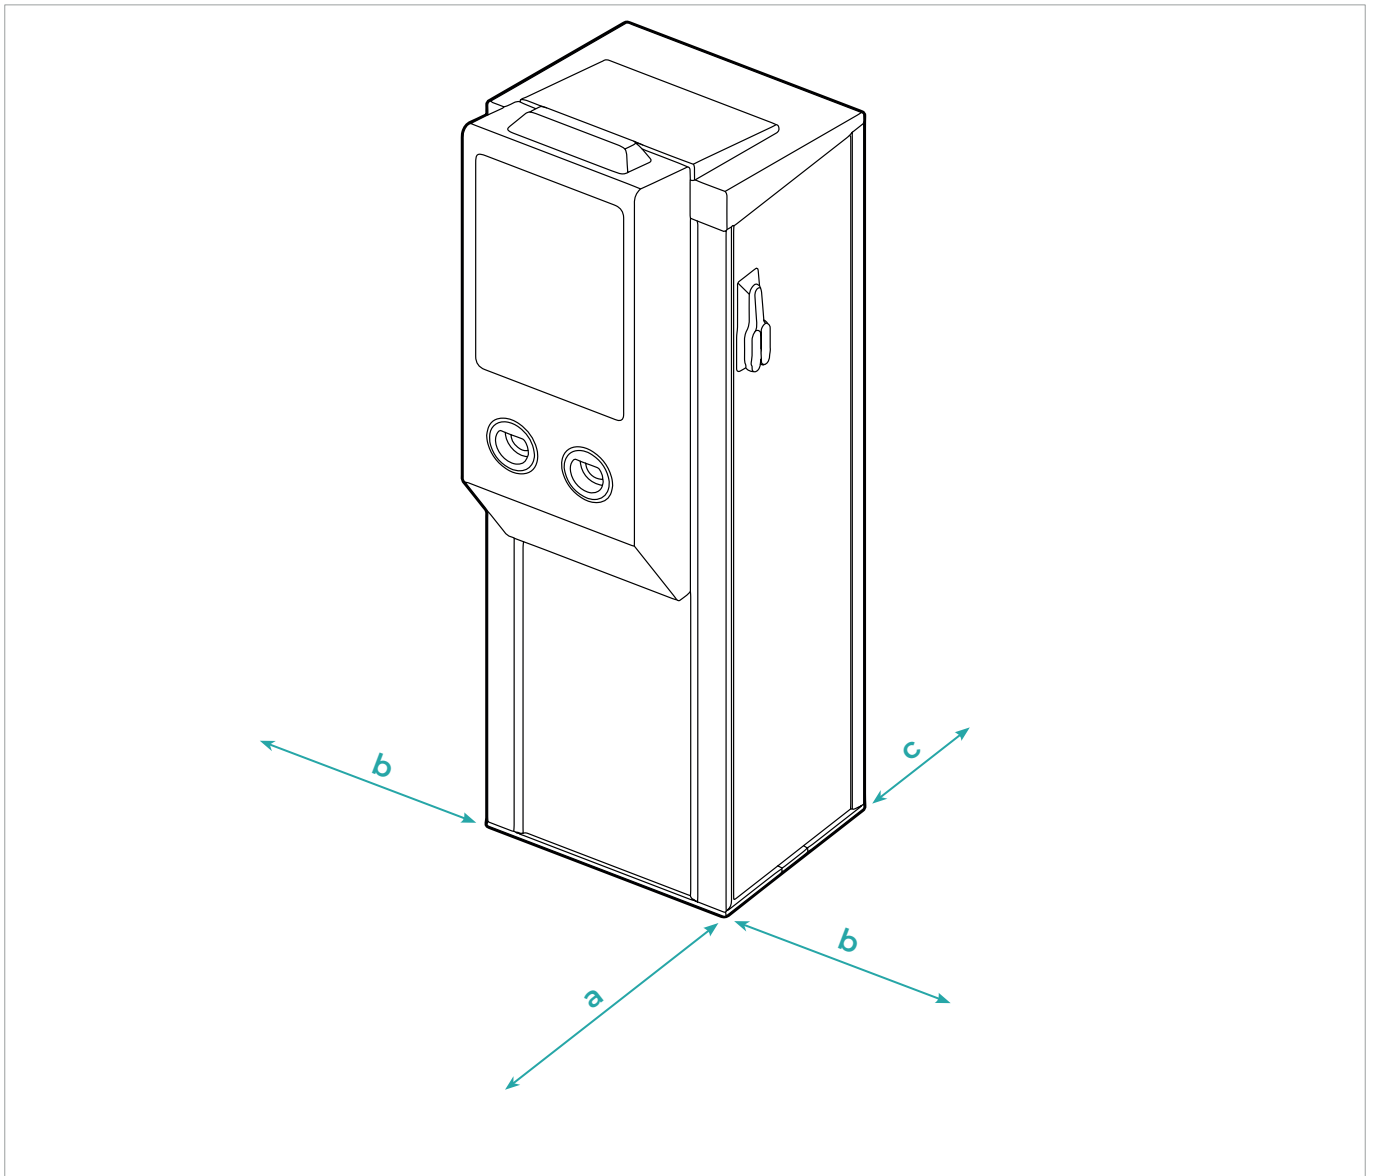

Abb. 7
- Halten Sie immer die Mindestabstände ein (**Abb. 7**)